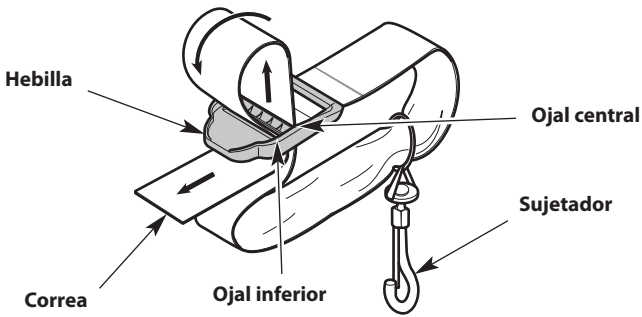

Fig. 9
1. Haga pasar la correa hacia arriba por el ojal central de la hebilla (Fig. 9).
2. Doble la correa sobre sí misma y hágala pasar por el ojal inferior de la hebilla (Fig. 9).